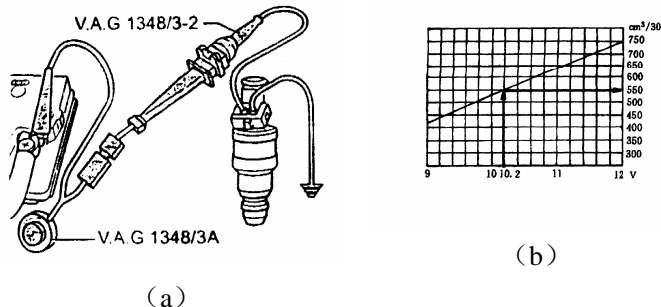

图 3-28 检查喷油器喷油量
(7) 拆下燃油分配管总成, 拔下燃油压力调节器的真空管, 将燃油分配管连同喷油器从进气歧管上拆下并支撑好。激活喷油器, 在燃油压力正常的前提下, 目测检查喷油器的密封性, 在燃油泵运转时, 仅允许每个喷油器 1 分钟滴漏 1~2 滴。否则更换新的密封圈或喷油器。
(8) 在燃油压力正常的前提下, 将喷油器插入喷油量的检查仪 V.A.G1602 的测试玻璃管中, 将喷油器连接好, 如图 3-28 (a) 所示。激活各缸喷油器, 用遥控器 V.A.G1348/3A 接通 30s。检查蓄电池电压与喷油量的变化是否符合规定 (图 2-28 (b)) 并比较各缸的喷油量差, 喷油量的允许值为 85~105ml/30s, 各缸喷油量差值应不超过 5ml/30s。如果喷油量不在给定范围内或各缸喷油量不平均, 更换损坏的喷油器。